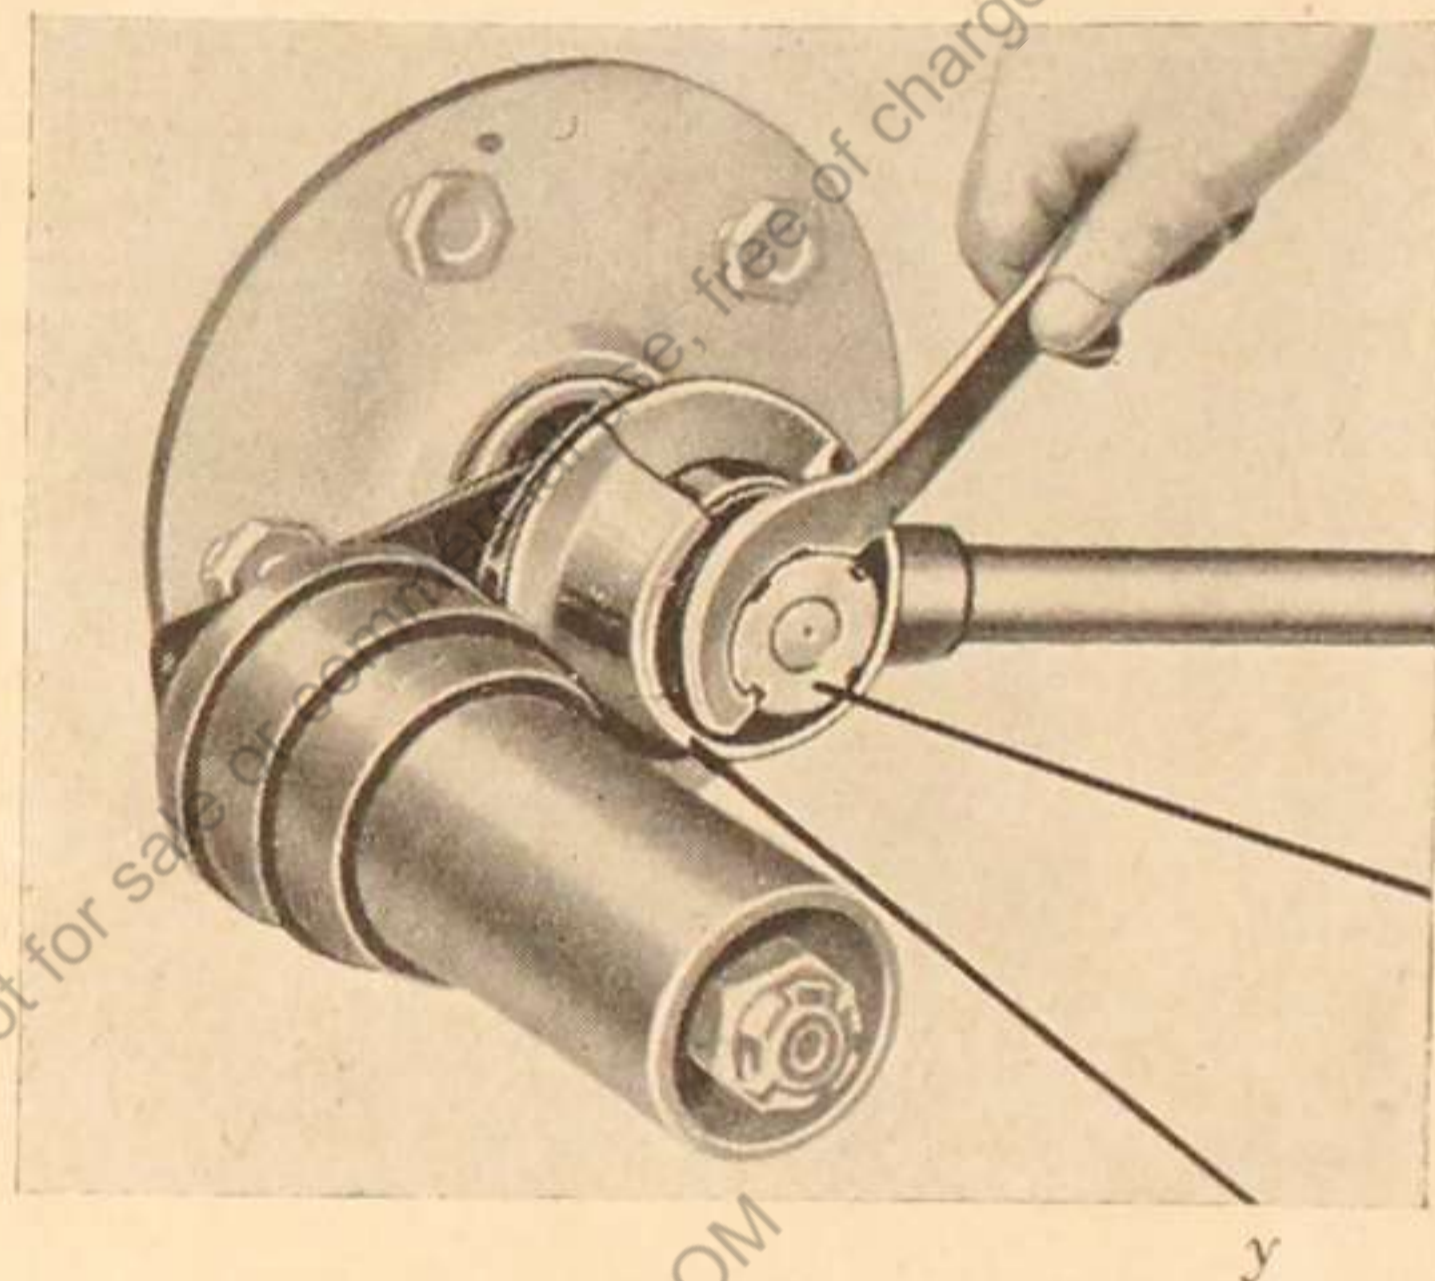

Bild 1. Einstellen der Stoßdämpfer. y Sprengring, z Ringmutter.
**b) Einstellen der Stoßdämpfer (Bild 1 und 7):**
Sprengring (Bild 1/y) entfernen und Schraubklappe abschrauben, dann Dämpfung durch Drehen der Ringmutter (z) einstellen.